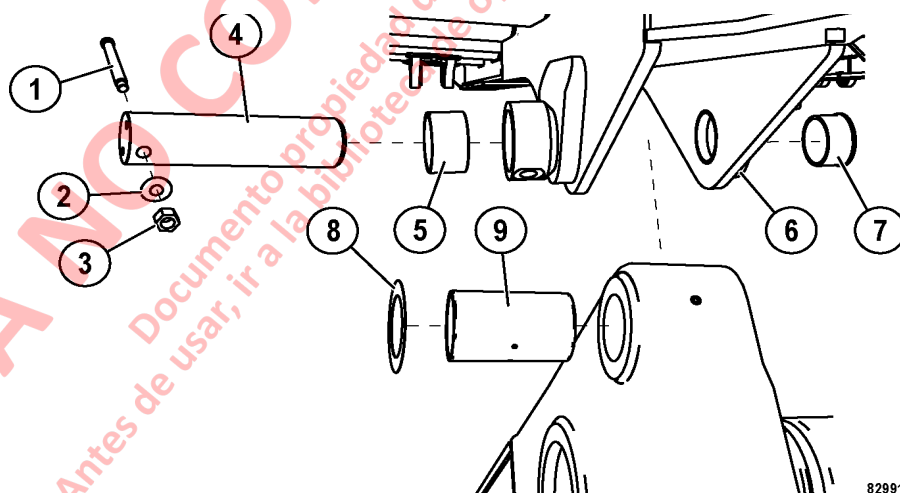

FIGURA 3-3. PASADOR PIVOTE DE LA TOLVA
5. Desmonte la tuerca de autobloqueo (3, Figura 3-3), las arandelas planas (2) y los pernos de resalto (1) de ambos pivotes de la tolva.
7. Desmonte el pasador de pivote (4), lo suficiente para permitir que las lanas (8) salgan. No es necesario sacar todos los pasadores, a menos que se vayan a instalar pasadores nuevos.
9. Inspeccione si hay uso excesivo o daño en los bujes (5), (7) y (9), aletas traseras (6) y el pivote del bastidor. Si es necesario reemplace los bujes y repare el área del pivote.
2. Instale las lanas (8, Figura 3-3) en ambos pivotes, como se solicita, para llenar los espacios exteriores y el centro de la tolva en el pivote del bastidor.
3. Alinee el agujero en el pasador pivote (4) con el agujero del perno en el pasador de retención en la aleta pivote exterior de la tolva. Empuje el pasador de pivote a través de la aleta pivote exterior, el pivote del bastidor y la aleta pivote interna.
4. Instale el perno de resalto (1) a través del pasador de pivote. Instale la arandela plana (2) y la tuerca de autobloqueo (3). Apriete firmemente la tuerca y la arandela plana contra el resalto del perno.